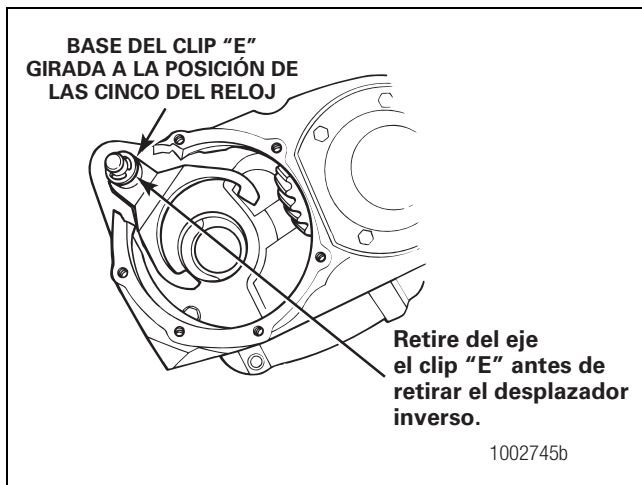

Figura 3.40
5. Gire el eje de desplazamiento hasta que el clip "E" delante de la horquilla de desplazamiento esté aproximadamente en la posición de las cinco del reloj. Figura 3.40.